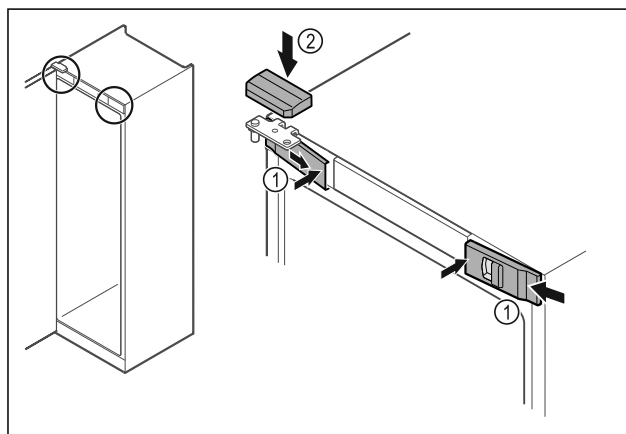

Fig. 44
- ▶ Закачете предните капаци Fig. 44 (1) отстрани и фиксирайте навътре.
- ▶ Фиксирайте горния капак Fig. 44 (2) отгоре.